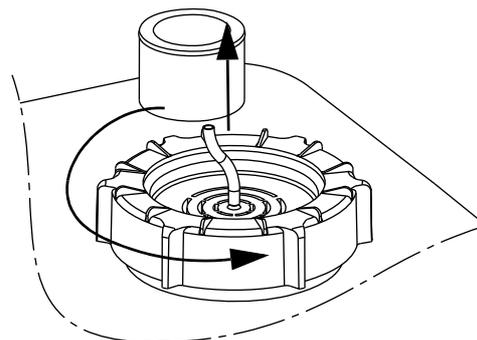

Fig. 33 Démontage du tube de pression
2. Desserrer le bouchon vissé en le tournant dans le sens anti-horaire. Voir fig. 33.